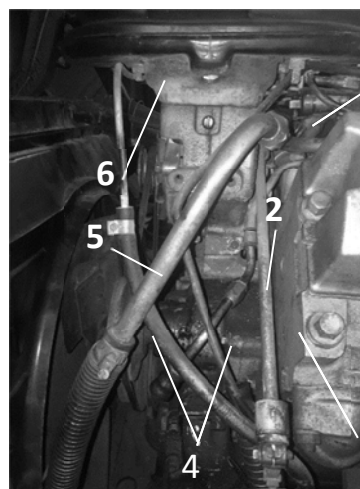

Рис. 4.4. Снятие маслопроводов гидросилителя:
9. Отверните гайки 1 и 2 (рис. 4.4) и отсоедините маслопроводы 4 низкого и высокого давления гидросилителя рулевого управления	Ключи 27×30 (2 шт.), 17×19 (2 шт.)
39. Наденьте шланг 5 (рис. 4.4) на трубку вспомогательной тормозной системы, затяните хомут	Отвертка